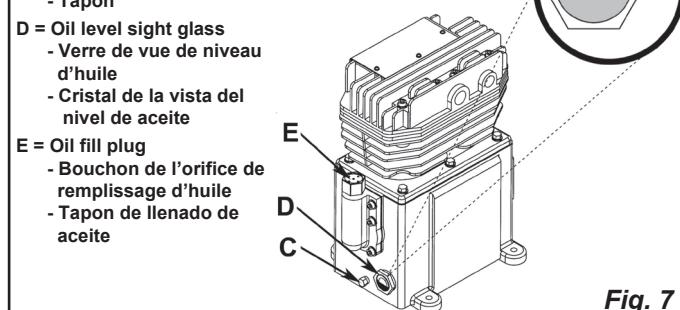

Fig. 7
Check the level of oil in the pump with the sight glass. The pump oil level must be between A and B (See Fig. 7). Do not overfill or underfill.
Remove the oil plug (C) (Fig. 7) and drain the oil until it slows to a drip, then close. Add oil to the pump by first removing the breather plug (E). Add oil until the level viewed through the sight glass (D) is between FULL (A) and ADD (B). Never overfill or underfill the pump.
Vérifiez le niveau d'huile dans la pompe grâce au voyant.. Le niveau d'huile dans la pompe doit être situé entre les marques A et B (voir Fig. 7). Ne remplissez pas trop, mais remplissez suffisamment.
Retirez le bouchon d'huile (C) (Fig. 7), laissez s'écouler l'huile jusqu'à ce qu'elle s'égoutte puis refermez le bouchon. Retirez le bouchon d'évent (E) avant de faire l'appoint d'huile.